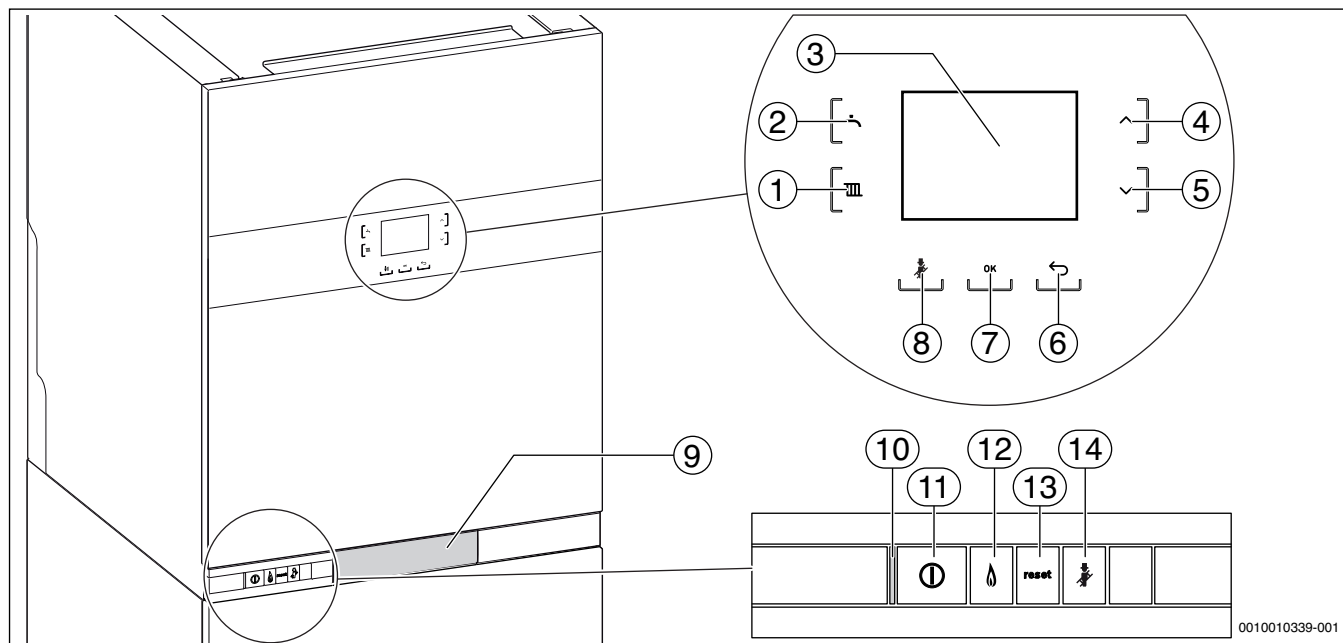

Fig. 1 Aperçu des éléments de commande
Cette notice d'utilisation explique la commande de la chaudière gaz à condensation. En fonction du module de commande utilisé (monté dans l'appareil → fig. 1, ou monté à l'extérieur), la commande de certaines fonctions peut différer de cette description. Toujours respecter la notice d'utilisation du module de commande.
- Activer l'appareil avec la touche ① (→ fig. 1).
- Désactiver l'appareil avec la touche ① (→ fig. 1).